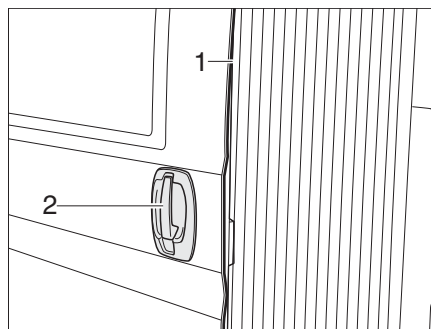

Figura 16 Puerta corredera, eléctrica - tirador de puerta exterior
- ▷ Para evitar el aplastamiento en la puerta corredera eléctrica, una tira de contacto (Figura 16,1) está situada en el borde de cierre. Al tocarla, el movimiento de la puerta corredera se detiene inmediatamente.
- Abrir:* ■ Tirar del tirador de la puerta (Figura 16,2). La puerta corredera eléctrica se abre hasta el tope.
- Cerrar:* ■ Tirar del tirador de la puerta (Figura 16,2). La puerta corredera eléctrica se cierra y entra en la cerradura de la puerta.